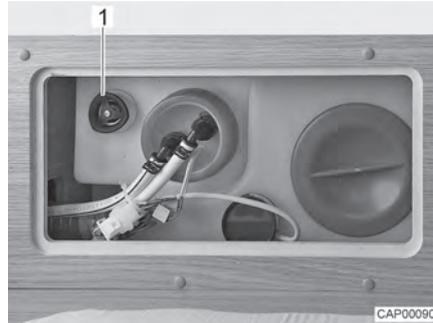

Bild 80 Wassertank mit Drehgriff
- Auf dem Wassertank den Drehgriff (Bild 80,1) entgegen dem Uhrzeigersinn über den Widerstand hinaus bis zum Anschlag drehen, um die Ablauföffnung vollständig zu öffnen.